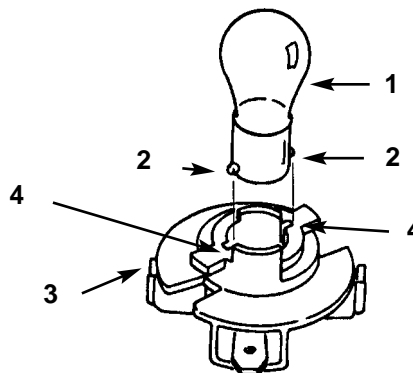

Figure 35
4. Appuyer sur l'ampoule et la tourner dans le sens anti-horaire jusqu'à ce qu'elle s'arrête (approx. $\frac{1}{4}$ de tour) et la déposer du porte-ampoule (Fig. 35).
1. La base de l'ampoule est munie d'ergots métalliques. Aligner les ergots avec les encoches du porte-ampoule et installer la base dans le porte-ampoule (Fig. 35). Pousser sur l'ampoule et la tourner dans le sens horaire jusqu'à ce qu'elle s'arrête.